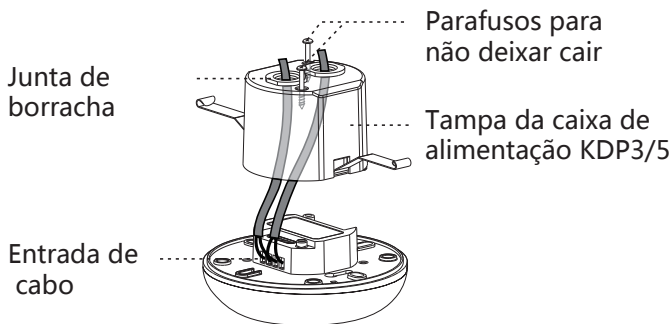

FIG.13
- Utilize a chave de fendas para soltar a junta de borracha de KDP 3/5 e, de seguida, passe os cabos pela mesma (consulte a FIG.13).